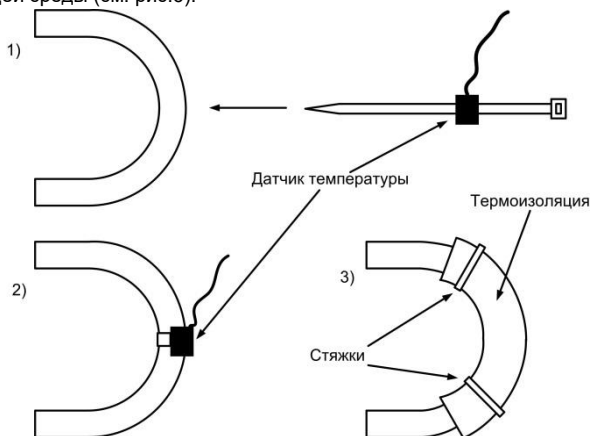

Рис.6. Установка датчика температуры
- С помощью термоизоляции заизолировать место установки датчика температуры от окружающей среды (см. рис.6).